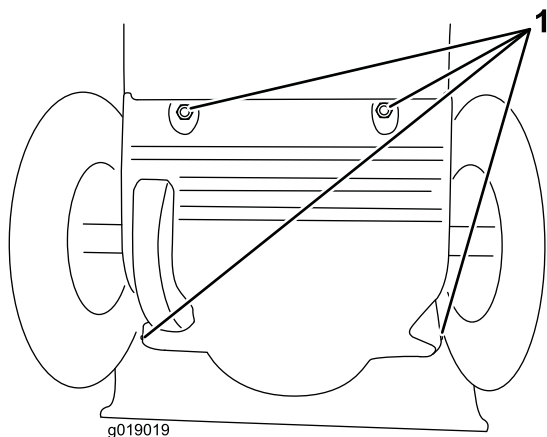

Figure 45
3. Retirez le couvercle arrière (Figure 45).